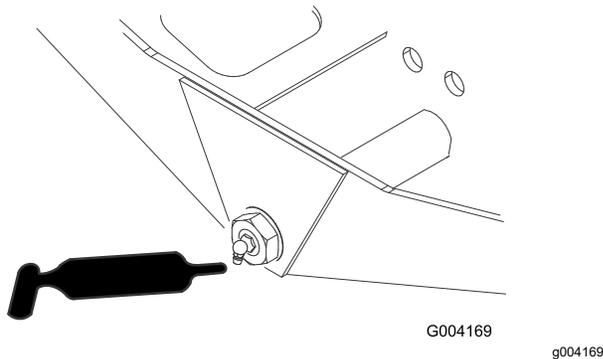

Figura 105
- Pivote de dirección del eje (1) (Figura 105)